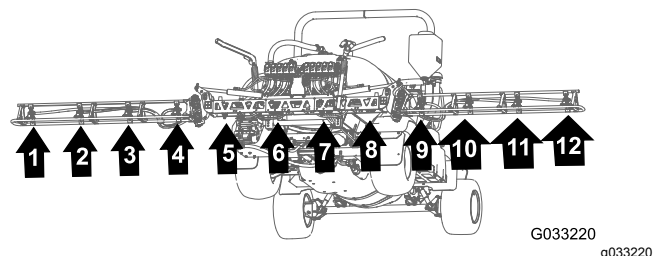

図 75
1. 散布ノズル、、、番用のホースを、センターブームの左端にあるR クランプに通す図 75と図 76。
2. 散布ノズル7、8、9、10番用のホースを、センターブームの右端にあるR クランプに通す図 75と図 76。
3. 図 75と図 76のように、給液ホース279cmとバーブ付きホースシャック¾"をブームに沿って散布ノズル10番へ配設する。
4. 図 75と図 76のように、給液ホース234cmとバーブ付きホースシャック¾"をブームに沿って散布ノズル29番へ配設する。
5. 図 75と図 76のように、給液ホース188cmとバーブ付きホースシャック¾"をブームに沿って散布ノズル3番と8番へ配設する。
- 図 75と図 76のように、給液ホース188cmとバープ付きホースシャंक $\frac{3}{4}$ "をブームに沿って散布ノズル4番と7番へ配設する。